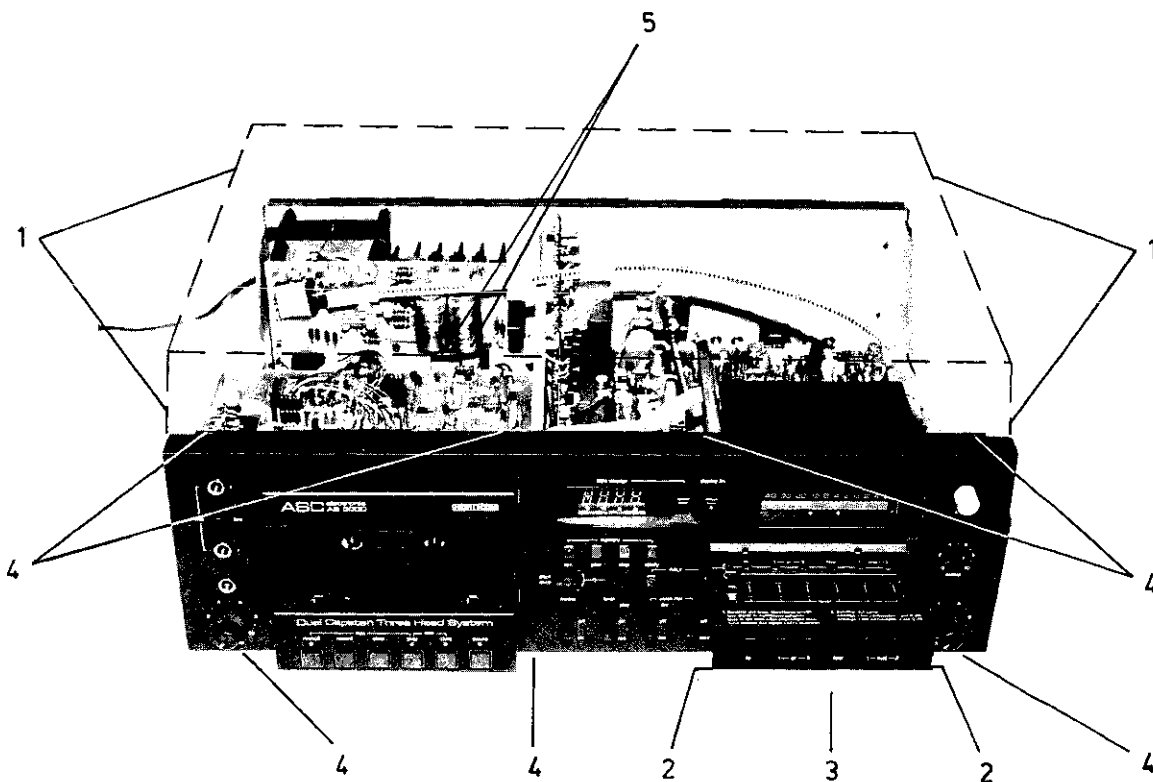
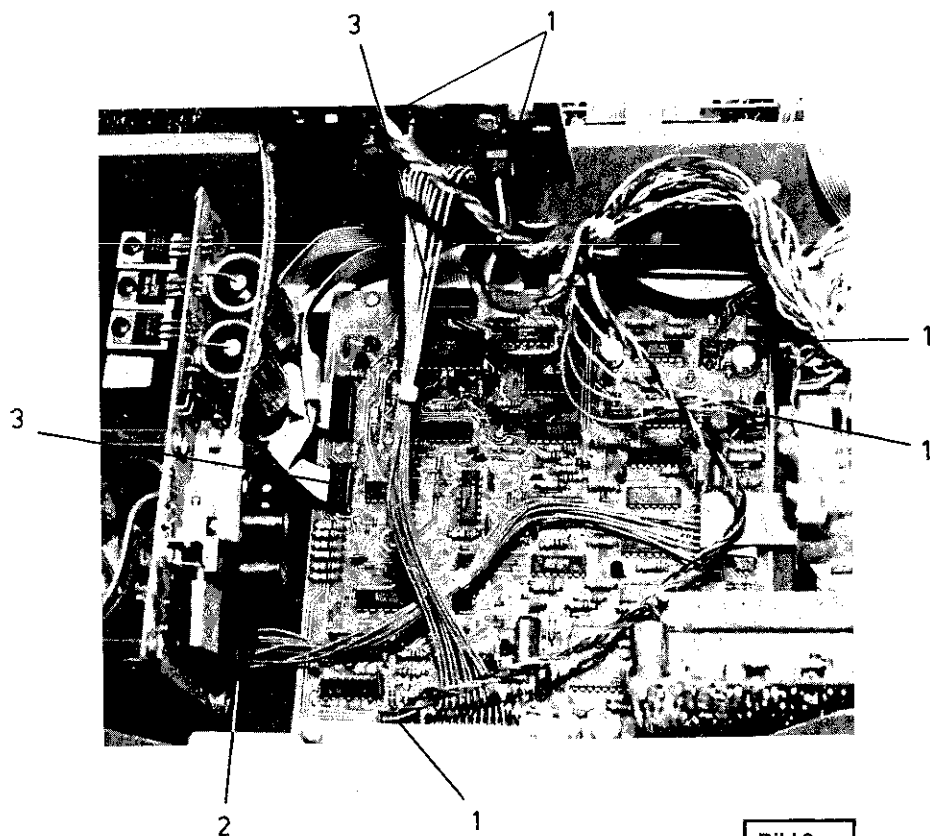

Bild 1
Bild 3
- Kreuzschlitzschrauben (1/Bild 1) lösen
- remove 4 screws (picture 1/pos.1)
- Kreuzschlitzschrauben (2/Bild 1) am RALF lösen und RALF-Frontplatte (3/Bild 1) abziehen
- Kreuzschlitzschrauben (4/Bild 1) lösen und Frontplatte nach vorne abziehen
- remove screws (picture 1/pos.2) and RALF front panel (picture 1/pos.3)
- remove screws (picture 4/pos.4) and move front panel
- Steckverbindungen (1/Bild 3) und (1/Bild 5) abziehen
- Steckverbindung (5/Bild 1) lösen
- Flachstecker (2/Bild 3) abziehen und Netzteilblock nach oben herausnehmen
- disconnect plugs (picture 3/pos.1 and picture 5/pos. 1)
- remove screws (picture 4/pos.1) and remove panels (picture 4/pos.3 and 4)
- remove screws (picture 6/pos.1) and take out drive mechanism backwards
- Steckverbindungen (3/Bild 3) abziehen